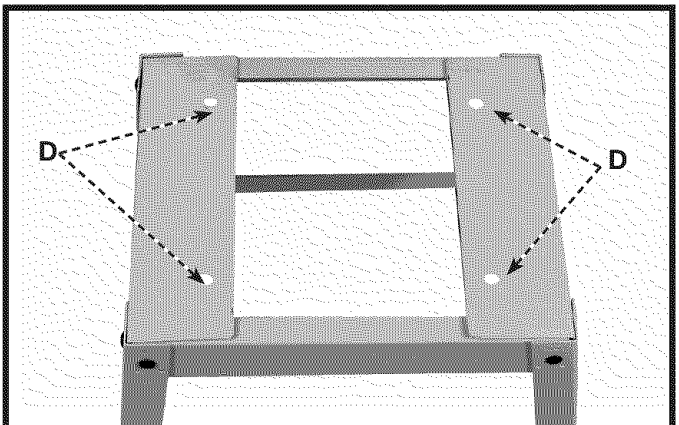

Fig. 6
2. Coloque la banda vio encima del soporte y la línea arriba el (A) Fig. de hoyos con el (D) Fig. 6 de hoyos en los paréntesis primeros del soporte.